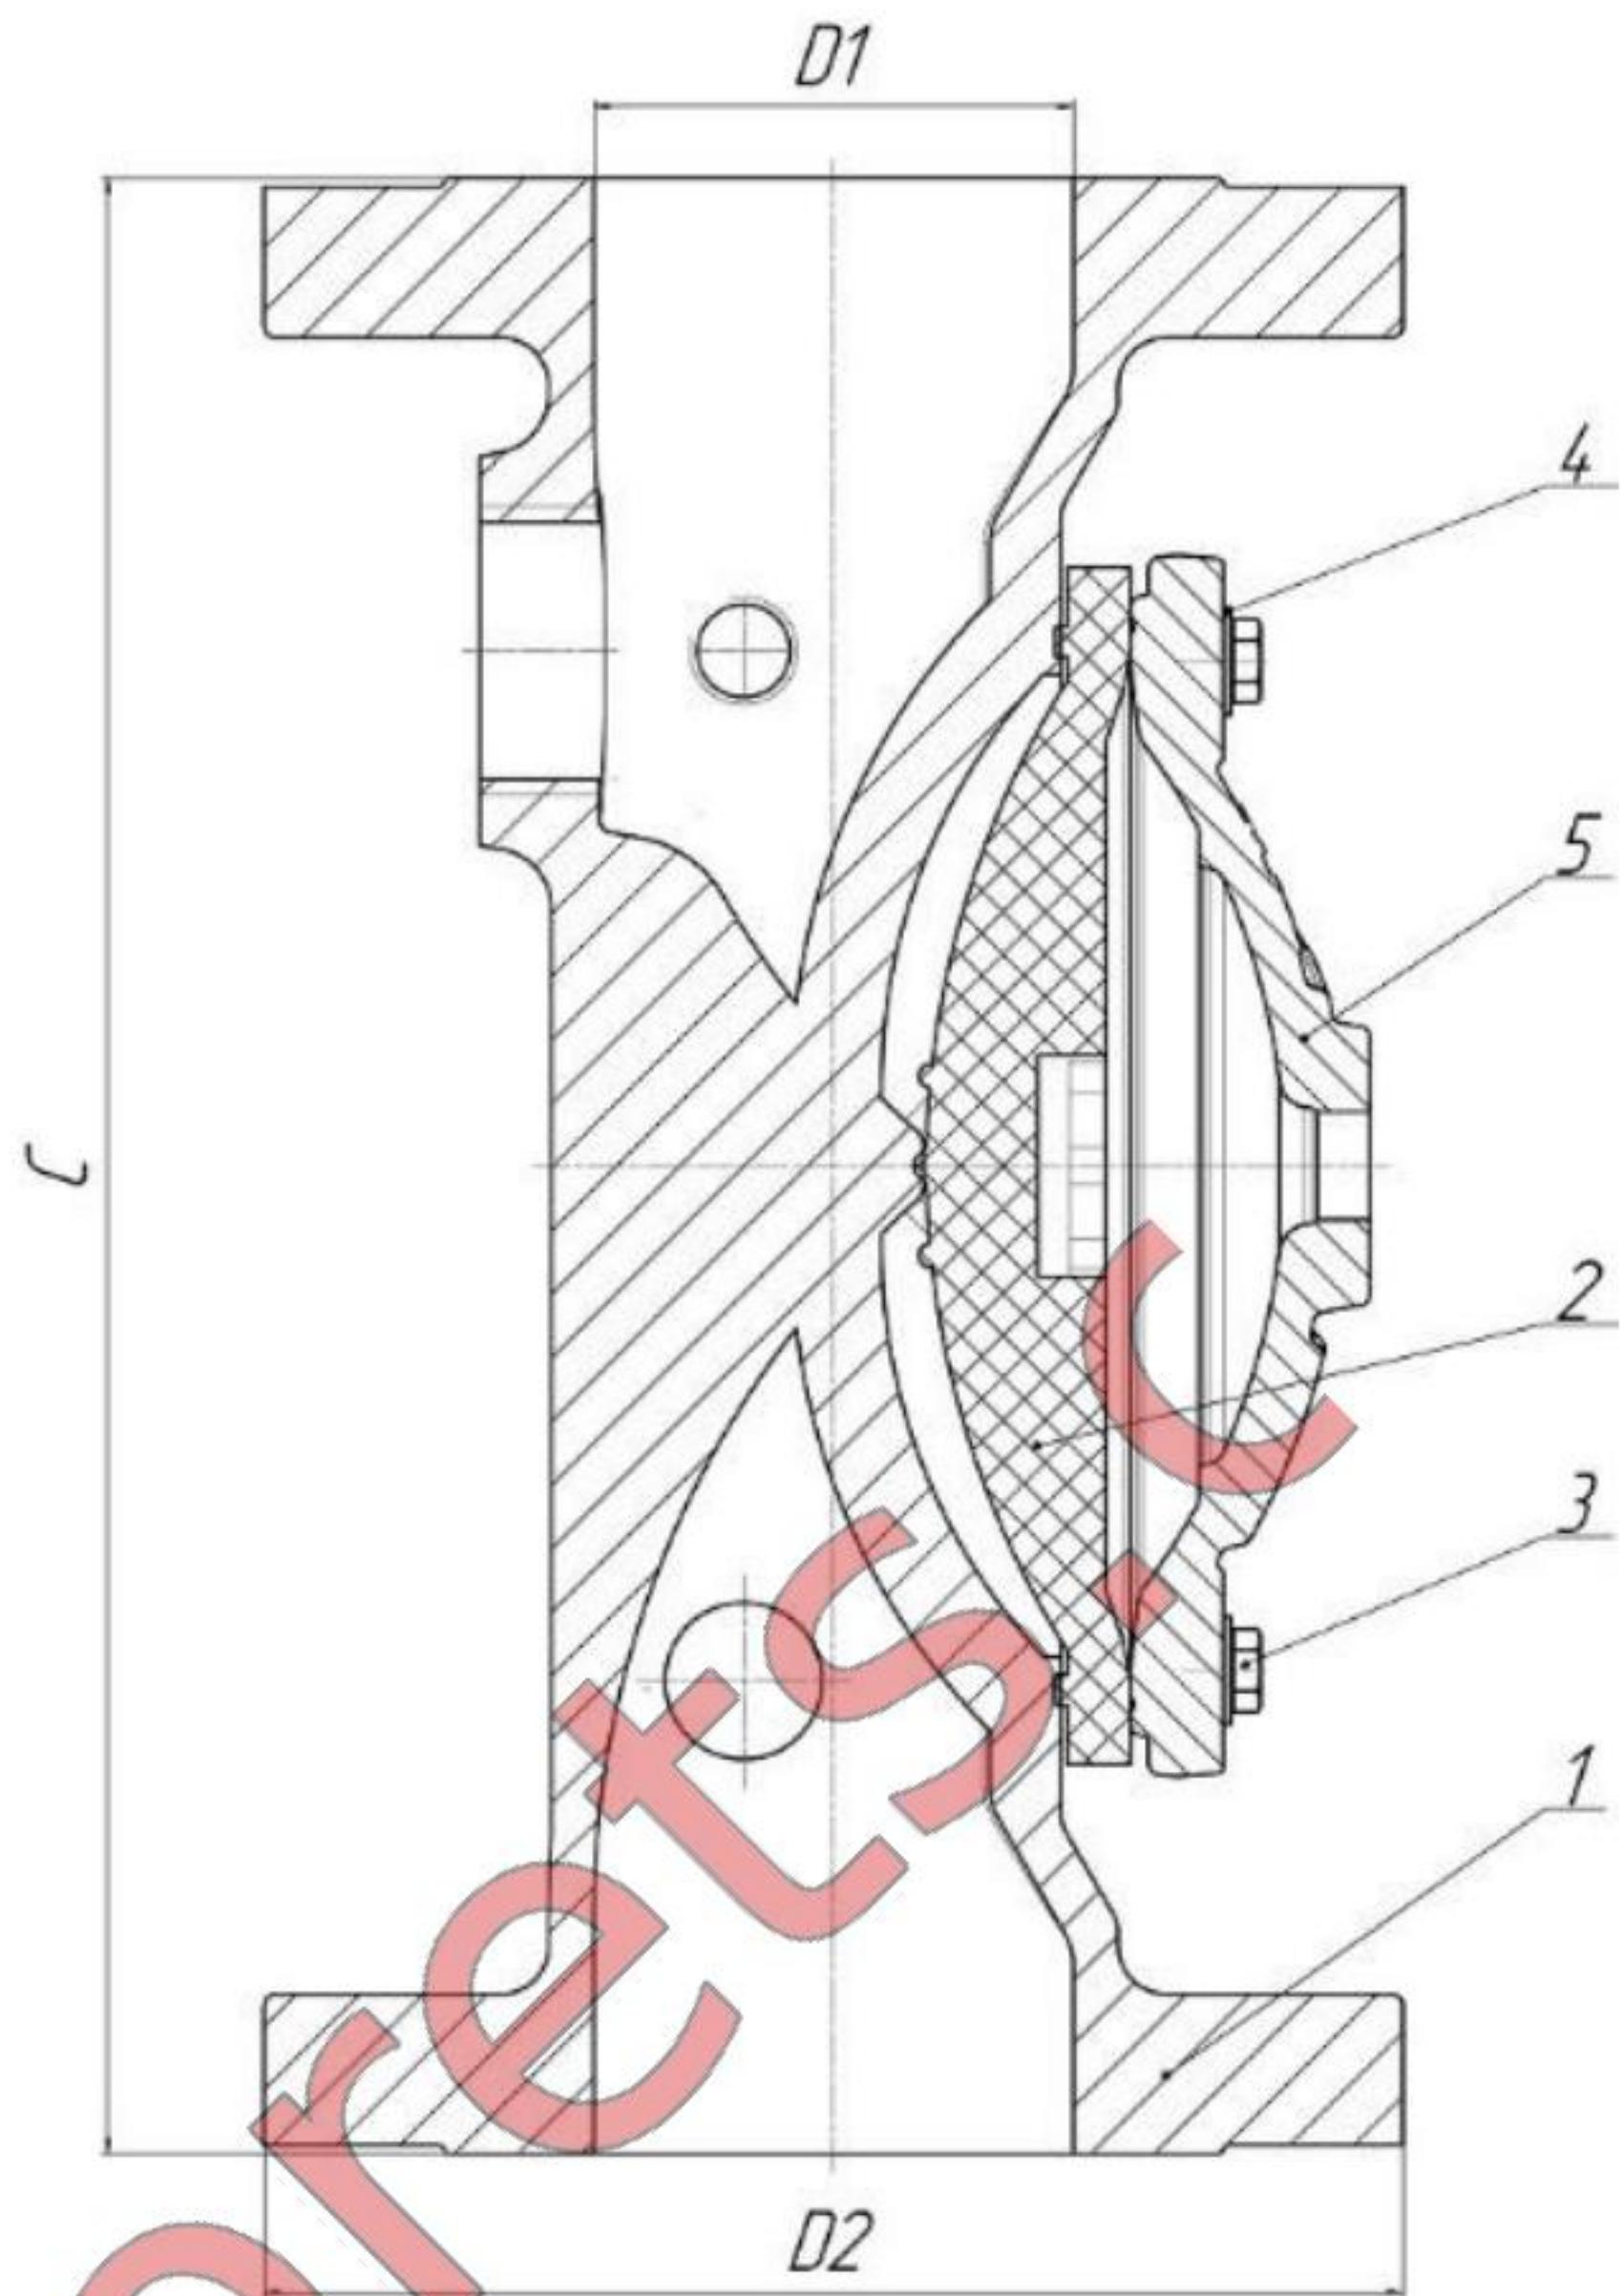

Рис. 1. Клапан сигнальный
2.2. Конструкция клапана приведена в таблице 2 и на рис.1.
Основными частями клапана являются корпус, мембрана и крышка (рис. 1). Мембрана с крышкой образуют запорную камеру «ЗК», имеющую порт подключения «П» на крышке. Ребро корпуса в контакте с мембраной разделяет проточную часть на входную «В» и выходную «П» полости. Выходная полость имеет на корпусе порт «I» для подключения дренажа и порт «П» для подключения сигнализатора. Клапан может находиться в дежурном (закрыт) и в рабочем (подача огнетушащего вещества) режимах. Постановка клапана в дежурный режим происходит при подаче жидкости под давлением в запорную камеру «ЗК», при этом мембрана прижимается к ребру корпуса 1 и перекрывает сообщение полостей «В» и «П». В рабочем режиме жидкость из запорной камеры сбрасывается через побудительное устройство (кран ручного пуска, электроклапан и т.п.) в дренаж. Давление в запорной камере становится меньше, чем во входной полости «В», в результате чего мембрана открывает проход жидкости в выходную полость «П» и далее в питающий трубопровод установки.